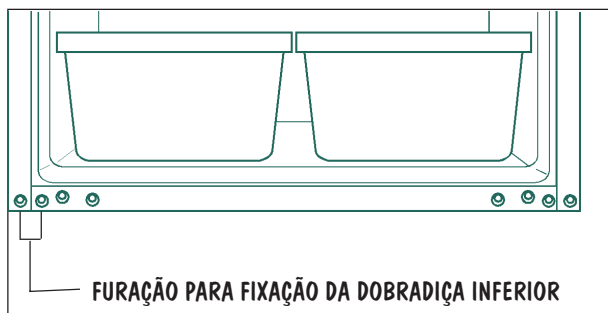

Fig.07
8. Retire a Dobradiça Inferior e coloque-a do outro lado conforme mostra a furação da fig.07.